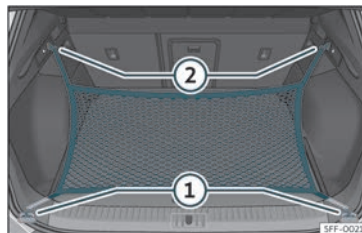

Fig. 113 No maleteiro: argolas 1 e ganchos 2 para enganchar a bolsa de rede.
- Fixe os ganchos curtos da rede nas argolas de amarre»» fig. 113 ① »» ⚠. A cremalleira da bolsa ten que quedar cara arriba.
- Fixe as cintas nos ganchos para colgar bolsas ②.